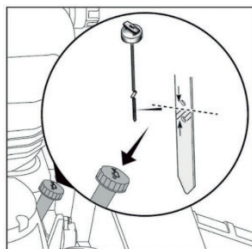

FIG.11
2. REMOVA A VARETA DE ÓLEO DO MOTOR (A, FIG. 11). LIMPE A VARETA, CERTIFICANDO-SE DE QUE NÃO HAJA ÓLEO.
5. CERTIFIQUE-SE DE QUE O NÍVEL DE ÓLEO ESTEJA PRÓXIMO A O MEIO DA MARCA DE CHEIO (FIG. 11).
7. SE O NÍVEL DE ÓLEO ESTIVER BAIXO, ADICIONE ÓLEO AO TUBO DE ENCHIMENTO DE ÓLEO. (FIG. 11)